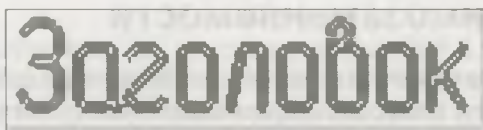

Рис. 11.27. Текст после преобразования
- ♦ "ловушкой" укажите текст — система выведет окно с надписью об успешном преобразовании текста. Текст очерчен двойной линией (рис. 11.27). Далее его можно залить любым цветом или преобразовать, например зеркально отобразить.